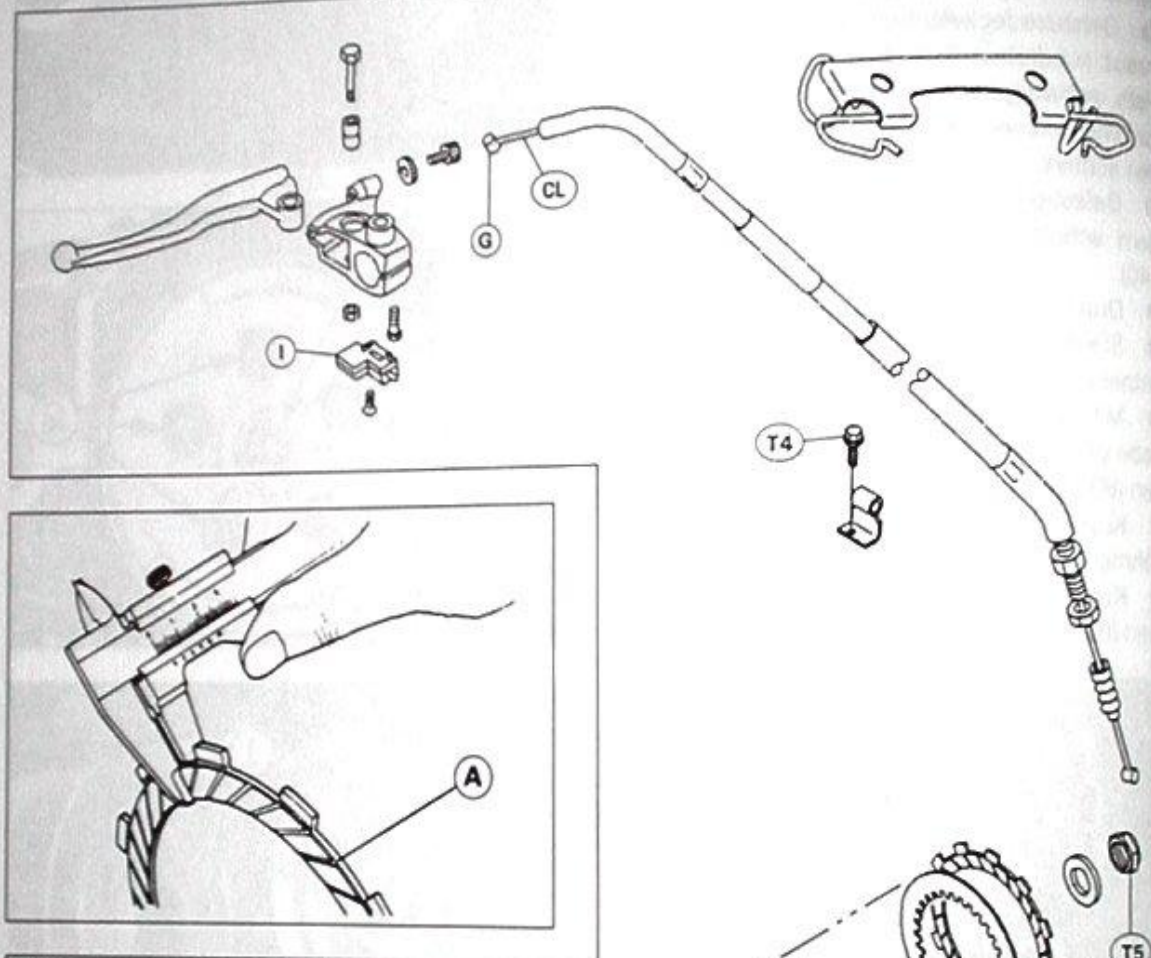

Bild 145
- Dicke der Kupplungsreisscheiben messen (Bild 145). Sollwert 2,9 – 3,1 mm; Verschleissgrenze 2,75 mm.